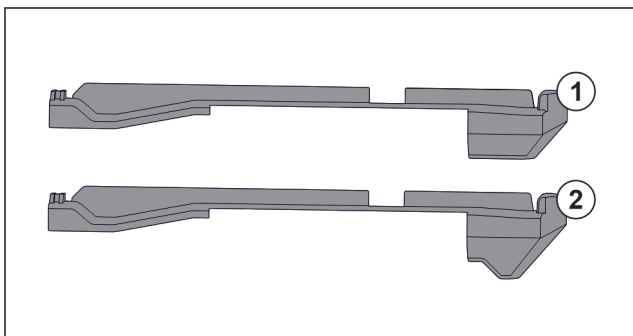

Fig. 52 Porovnanie násuvných dielov
V zariadení sa nachádzajú dva rozdielne násuvné diely. Násuvný diel nad spodnou zásuvkou Fig. 52 (2) má trojuholníkovú hranu. Všetky ostatné násuvné diely Fig. 52 (1) majú rovnú hranu.
- ▶ Namontujte násuvný diel Fig. 52 (2) s trojuholníkovou hranou nad spodnú zásuvku.
- ▶ Namontujte násuvný diel Fig. 52 (1) s rovnou hranou na všetky ostatné miesta.